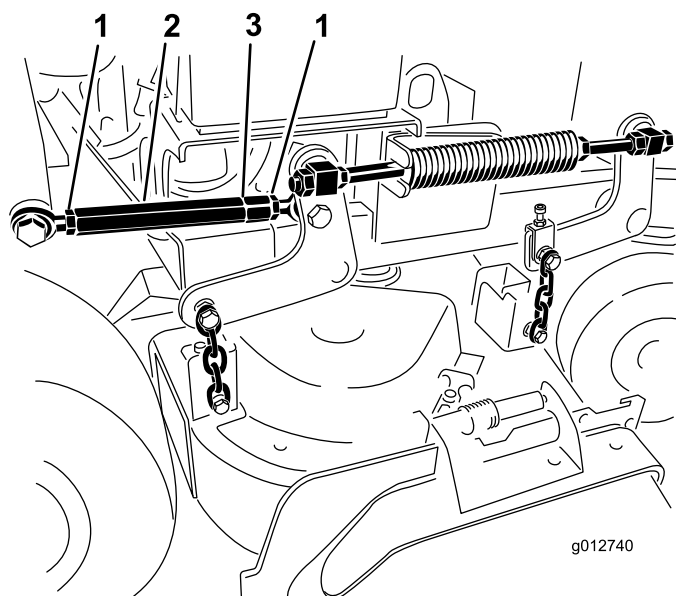

Figura 85
7. Afloje las contratueras en ambos extremos del tensor (Figura 85).
Nota: El extremo del tensor que tiene la muesca mecanizada tiene rosca a izquierdas (Figura 85).